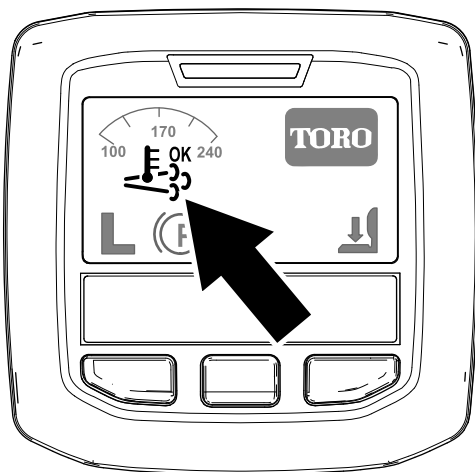

Figura 34
- O ícone da regeneração assistida/de reposição surge no InfoCenter (Figura 34).